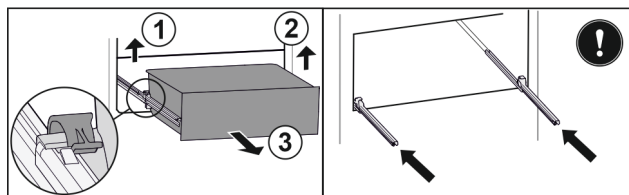

Fig. 152
- ▶ Zvedněte levou svorku a současně vytáhněte zásuvku vlevo dopředu. Fig. 152 (1)
- ▶ Zvedněte pravou svorku a současně vytáhněte zásuvku vpravo dopředu. Fig. 152 (2)
- ▶ Vyjměte zásuvku dopředu. Fig. 152 (3)